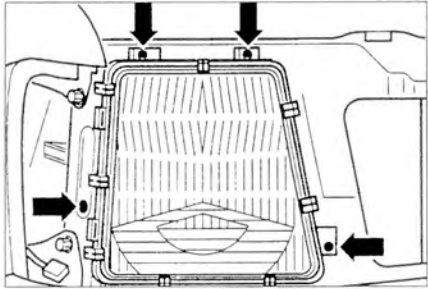

Рис. 9.35. Открутите четыре винта (стрелки).
2. Открутите четыре винта (стрелки) (рис. 9.35). Извлеките фару вперед.